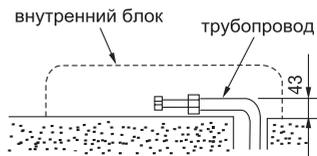

Рис.6
2. Для подключения трубопровода слева или слева сзади действуйте, как показано на рис. 6. Согните трубы так, чтобы они проходили на высоте не более 43 мм от стены.